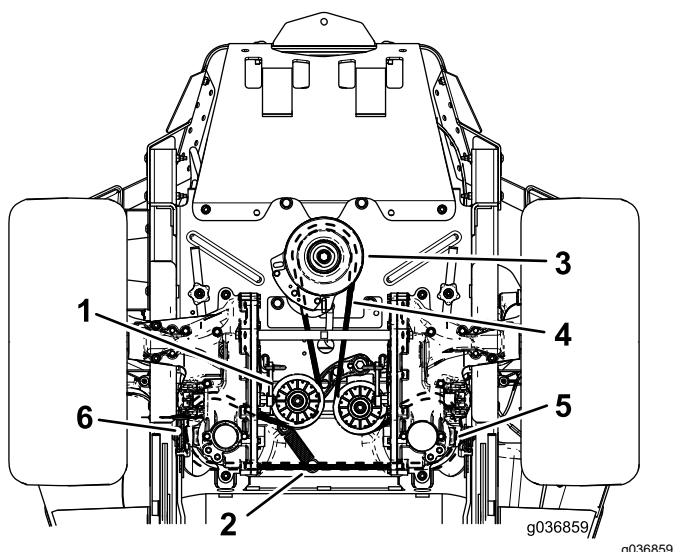

Figura 65
6. Staccate la molla di tensione dal perno di ancoraggio (Figura 65).
8. Installate la nuova cinghia attorno alla puleggia del motore e alle 2 pulegge della pompa idraulica (Figura 65).